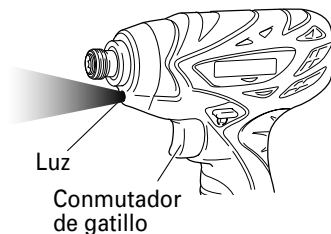

Fig. 7
- Tire del interruptor de activación para encender la luz. La luz sigue iluminando mientras se tire del interruptor de activación. La luz se apaga tras soltar el interruptor de activación. (Fig. 7)